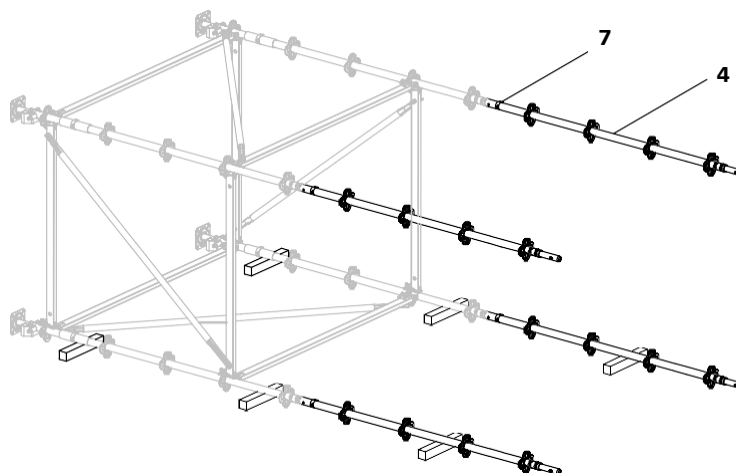

Fig. A1.04
Поставете стойките (4) и плътно ги свържете чрез заключващи щифтове (7). (Fig. A1.04)